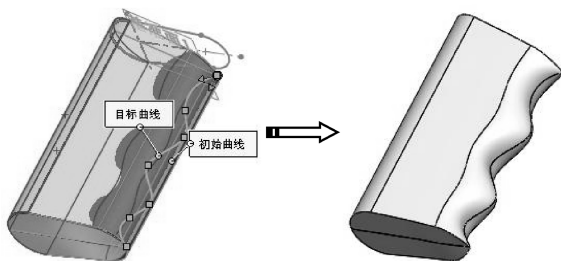

图 3-64 变形的结果
- 15 保留属性面板中其余选项的默认设置，单击【确定】按钮, 完成变形，如图 3-64 所示。